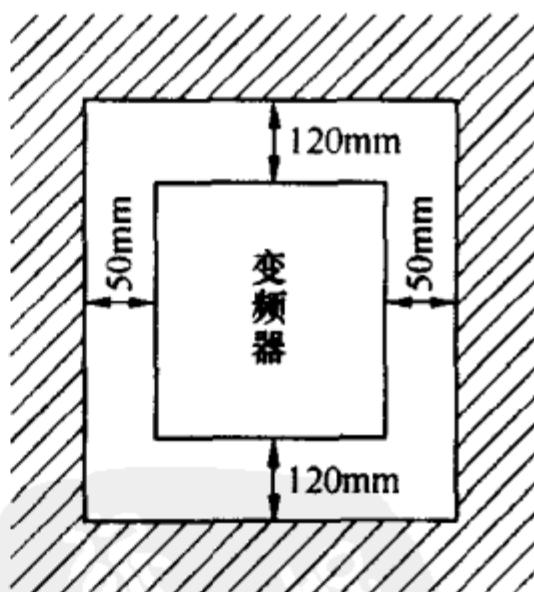

图 7 变频器周围空间距离要求
(1) 变频器应垂直安装，留有通风空间，并控制环境温度不超过 40°C 。通风空间的一般要求为：变频器上方留有大于 120mm 的空间，左、右两侧各留有大于 50mm 的空间，底面距地面大于 120mm，如图 7 所示。
(2) 变频器工作时，其散热片的温度可达约 90°C ，因此安装底板必须为耐热材料。由于变频器内部热量是从上部排出的，所以安装时不可安装在木板等材料的下方。
(3) 对于采用强迫风冷的变频器，为了防止外部灰尘吸入，应在吸入口设置空气过滤器。在门扉部设置屏蔽垫。为确保冷却风道畅通，电缆配线槽不要堵住机壳上的散热孔。
(4) 多台变频器邻近并排安装时，台与台之间必须留有足够的距离(不小于 50cm)。若几台变频器上下垂直布置安装，即纵配置(应尽量避免)，为了使下部的热量不致影响上部的变